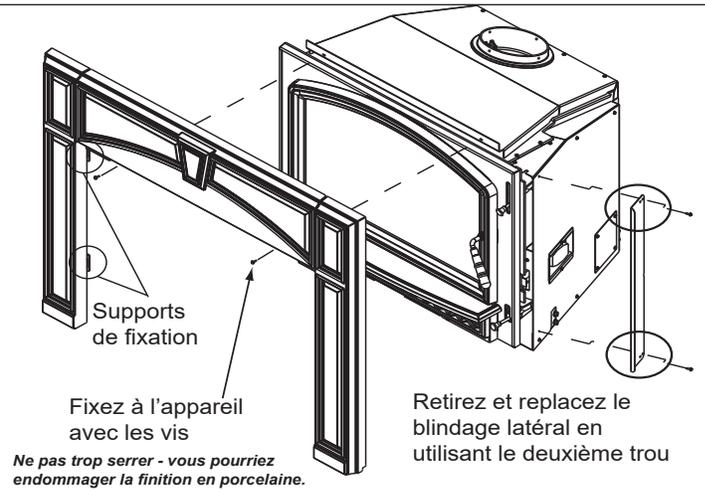

Figure 22.2
5. Afin d'obtenir un joint étanche pour l'encadrement, vous devez repositionner un écran latéral. Il y a deux trous sur l'écran. Il sera fixé en usine dans le premier trou (à gauche). Retirez l'écran et réinstallez-le en utilisant le deuxième trou (à droite) (**Figure 22.2**).